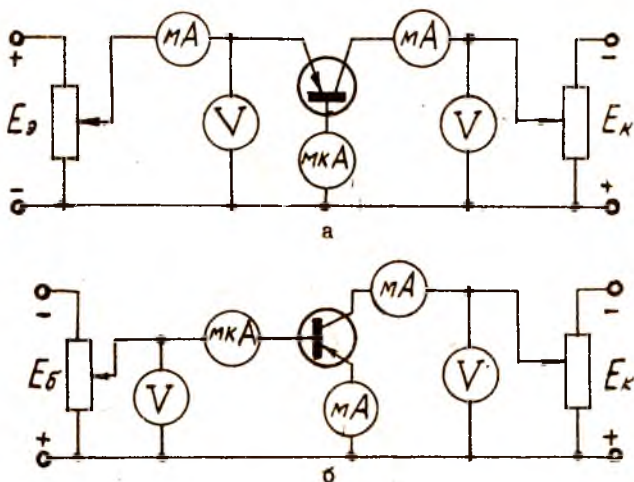

Рис.16
На рис. 16,а показана схема (ОБ) для исследования транзистора при включении его с общей базой, а на рис. 16,б - с общим эмиттером (ОЭ).
6. Включить схему для исследования транзистора при включении с общим эмиттером (рис. 16,б).